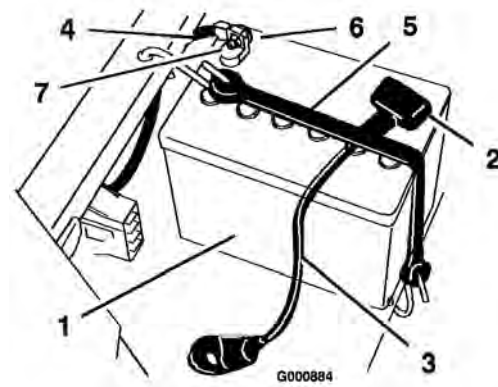

Figure 34
4. Débranchez le câble négatif (noir) de mise à la masse de la borne de la batterie (Figure 34).
5. Repoussez le capuchon en caoutchouc sur le câble positif (rouge). Débranchez le câble positif (rouge) de la borne de la batterie (Figure 34).
6. Enlevez la sangle de maintien de la batterie (Figure 34) et ôtez la batterie de son support.
1. Placez la batterie sur son support, les bornes à l'opposé du panneau de commande (Figure 34).
4. Fixez les câbles à l'aide de 2 boulons (1/4 x 3/4 pouce), 2 rondelles (1/4 pouce) et 2 écrous (1/4 pouce) (Figure 34).
- Fixez la batterie en place à l'aide de la sangle de maintien (Figure 34).